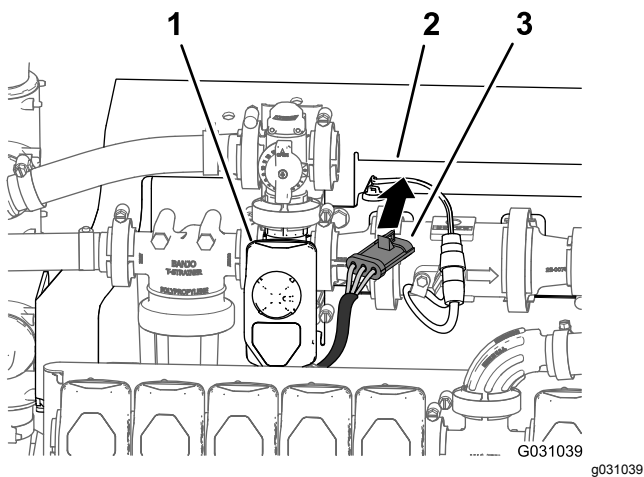

Figura 129
5. Passe o conector de três pinos para a cablagem da válvula de agitação para a frente da montagem do coletor (Figura 129).